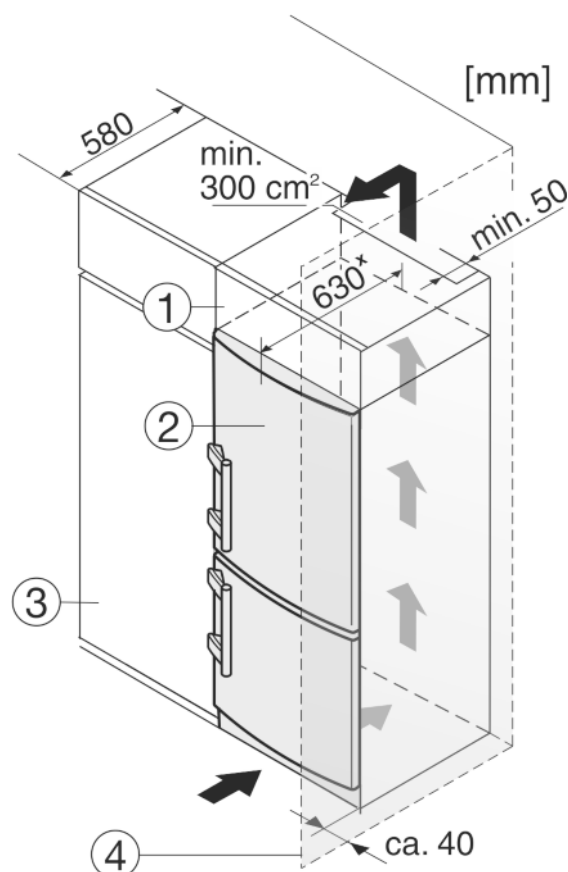

Fig. 8
- (1) Opbouwkast
- (2) Apparaat
- (3) Keukenkast
- (4) Wand
Het apparaat Fig. 8 (2) kan worden ingebouwd in de keuken. Om het apparaat aan de hoogte van het keukenblok aan te passen, kunt u er een passende opbouwkast Fig. 8 (1) op plaatsen.
Bij een ombouw met keukenkasten (diepte max. 580 mm) kan het apparaat direct naast de keukenkast Fig. 8 (3) worden geplaatst. Het apparaat steekt aan de zijkant 34 mm* en in het midden 50 mm* uit ten opzichte van het keukenkastfront.
Plaats u het apparaat met de scharnierkant naast een muur Fig. 8 (4), dan moet de afstand tussen apparaat en muur minstens 40 mm bedragen. Dit in verband met het uitsteken van de deurgreep bij een geopende deur.